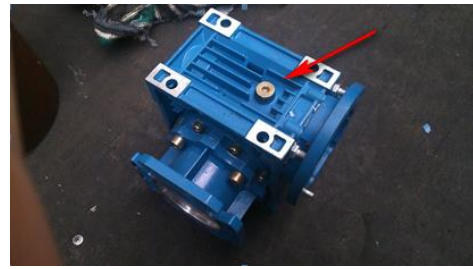

Рисунок 12
3) Подать топливо в горелку котла до уровня отверстий подачи воздуха в горелке см. (рис. 12). Для подачи топлива в горелку необходимо нажать и удерживать клавишу подачи топлива на блоке управления см. *«Инструкцию по эксплуатации и настройке цифрового блока управления котлами на измельчённом топливе»*